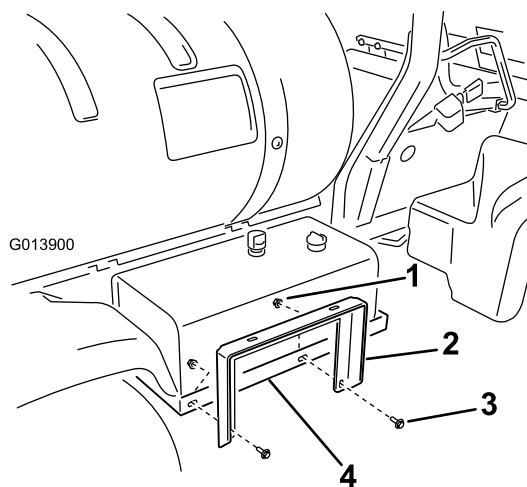

図 8
1. ホース・リール・サポートを油圧オイルタンク・マウント (図 8) に取り付け；フランジ・ボルト (3/8 x 1 インチ) 2本とフランジ・ナット (3/8 インチ) 2個を使用。後で調整を行うのでナットは固く締めないこと。
3. ホース・リール・サポートをホース・リール・ストラップに取り付ける (図 8)；フランジ・ボルト (3/8 x 1 インチ) 2本とフランジ・ナット (3/8 インチ) 2個を使用。